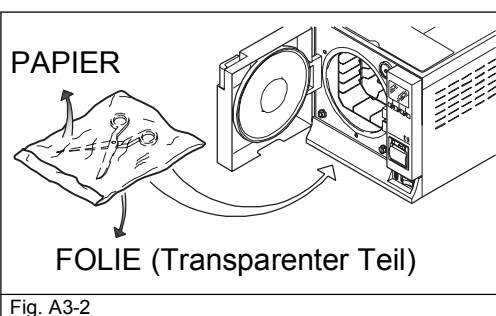

Fig. A3-2
- Die Tüte mit der transparenten Seite nach unten (in Kontakt mit dem Tablett) und dem Papierteil nach oben gerichtet (Abb. A3-2) auf das Tablett legen. Die Instrumente müssen einzeln in Tüten verpackt werden.